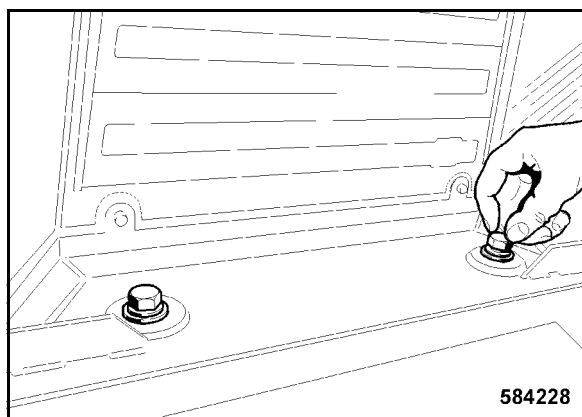

fig. 177
- Dévisser à nouveau les deux vis de fixation (fig. 177) dans la partie arrière de la cabine.
- Serrer les deux vis de fixation (fig. 177) dans la partie arrière de la cabine à un couple de 578 Nm.